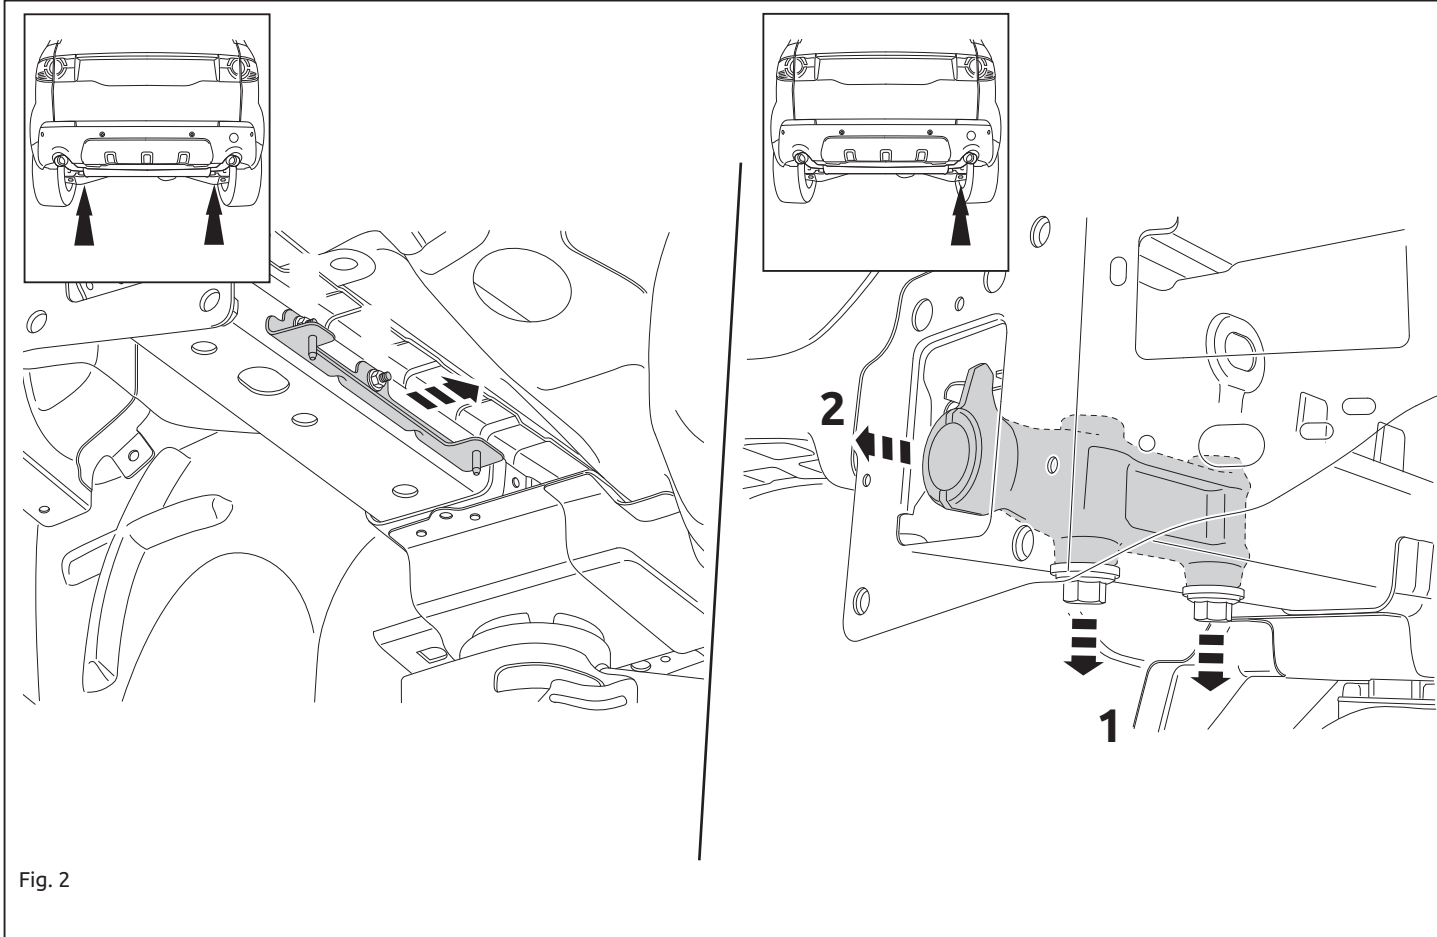

Fig. 2
5. Снять указанные детали. См. рисунок 2.